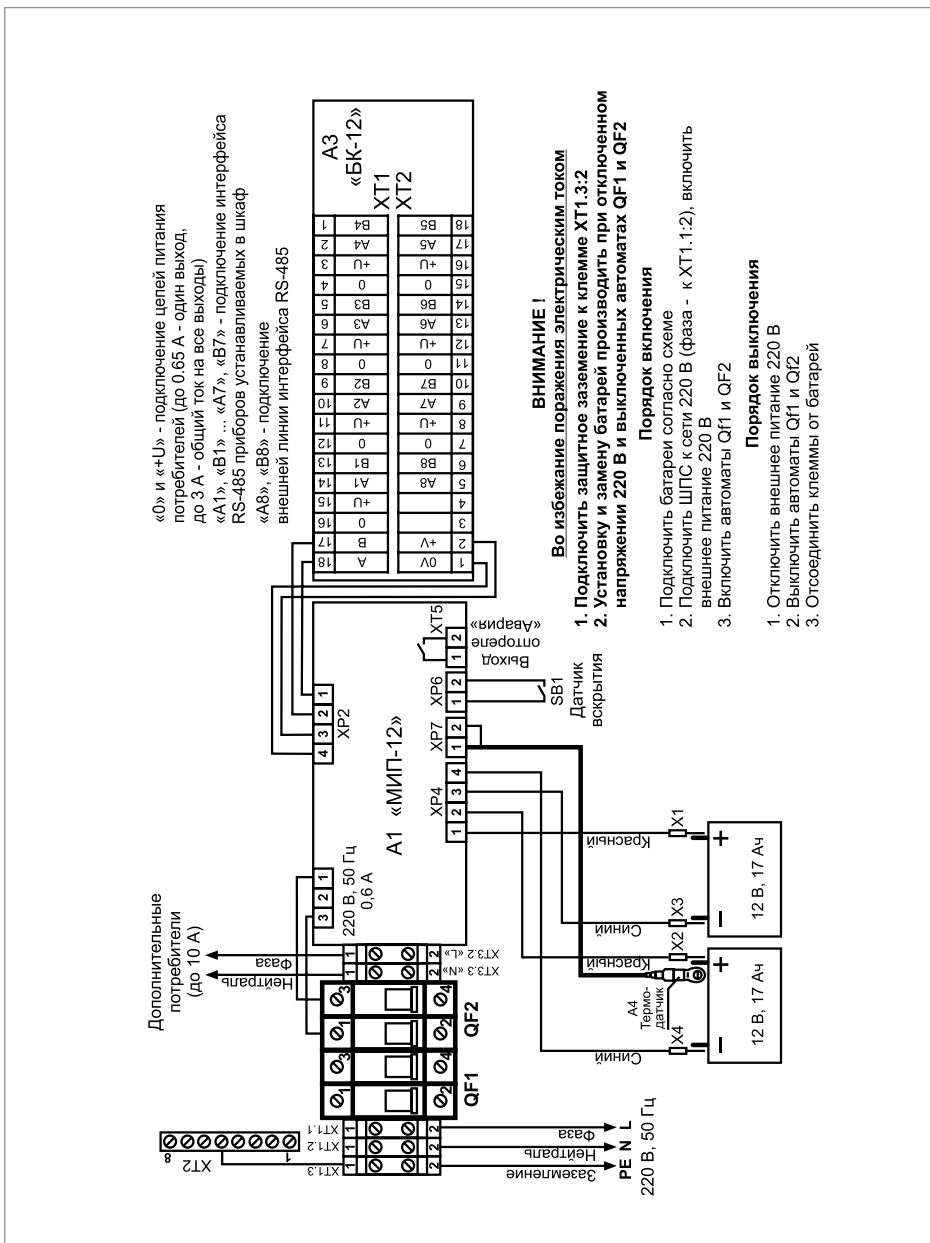

Рисунок 1. Схема подключения «ШПС-12, ШПС-12 исп.01, ШПС-12 исп.02, ШПС-24, ШПС-24 исп.01, ШПС-24 исп.02»
2. Подключение соединительных линий выполняйте в соответствии с проектной документацией и схемой на Рисунок 1.
10. Проверьте правильность произведенного монтажа в соответствии со схемой подключения (Рисунок 1).